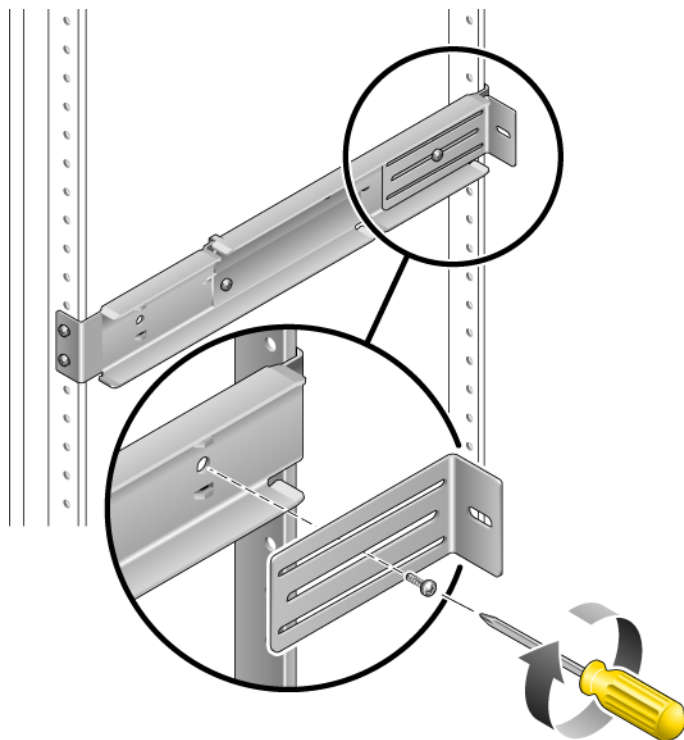

图 3-18 将后部挡片安装到可调滑轨上
8. 使用 M5 × 10 SEM 螺丝（每个后部挡片使用一颗螺丝），将后部挡片松松地安装在各可调滑轨的后部（图 3-18）。
12. 将服务器推至机架中所需深度，然后转至服务器的后部，推动后部挡片使其与服务器的后部齐平（图 3-18）。
14. 将后部挡片放置在机架中的所需深度，然后拧紧各挡片上的一颗 $M5 \times 10$ SEM 螺丝，将挡片固定到可调滑轨上（图 3-18）。